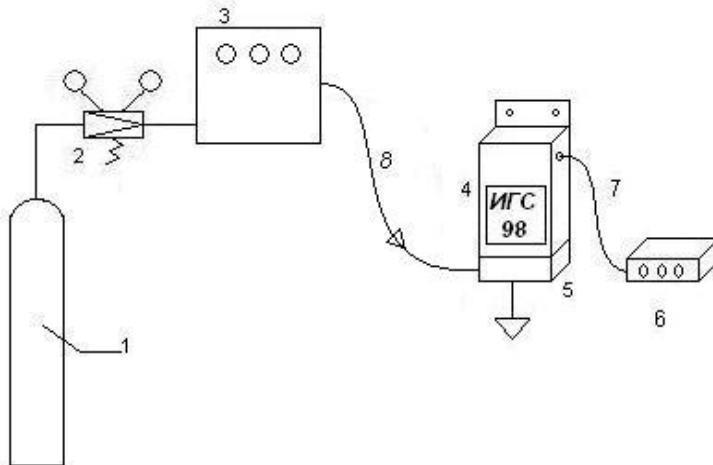

рис. 2. Схема газовая принципиальная установки для проверки ГС серии ИГС-98 от генератора газа.
3.8.1. Проверка ГС на чувствительность к таким газам как  $H_2S$ ,  $SO_2$ ,  $HCl$ ,  $Cl_2$ , формальдегид,  $NH_3$ ,  $NO_2$  производится с использованием диффузионных газодинамических установок типа «Микрогаз-Ф». Принцип работы этого генератора газовых смесей основан на введении в газовый тракт генератора источника микропотока (ИМ), представляющего собой фторопластовую ампулу с жидким веществом. Концентрация газа на выходе генератора определяется производительностью ИМ за счет диффузии вещества через стенки фторопластовой ампулы (берется из паспорта на ИМ) и расходом газа-разбавителя. Для работы собирают установку по схеме на рис. 2.
Плата трехпроводного подключения (маркировка «ТК-А8М») – используется в ГС с термokatалитическими и оптическими сенсорами ГС «Бином-Д», «Бриз-Д», «Верба-Д», «Марш-Д», «Пион-Д», «Дукат-Д». Принципиальная схема показана на рис.2, расположение элементов – на рис. 2а и 2б.
рис.2а. Расположение элементов на плате ТК-А8М с обратной стороны
Рис.2б. Расположение элементов на плате ТК-А8М с лицевой стороны.